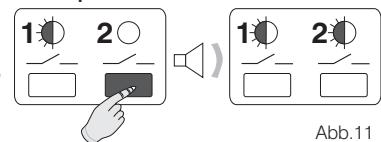

Abb.11
- Die Taste **2** gedrückt halten, bis ein akustisches Signal ertönt. Beide LEDs blinken. Der Kanal 2 ist nun vorbereitet, um dem Zeithermostat "Master" unterstellt zu werden (Abb.11).